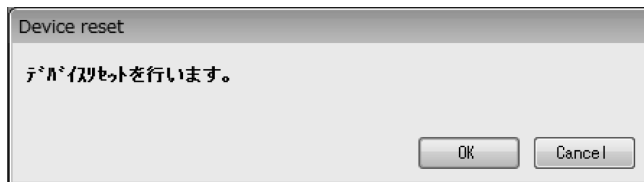

図166
- ① メニューの「Maintenance(M)」をクリックし、「Device reset」を選び再度クリックします。
- ② 次のウィンドウ(図166)が表示されます。